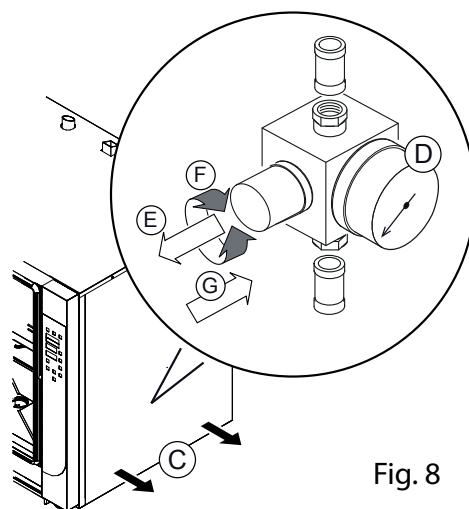

Fig. 8
- Desaperte e retire o painel lateral direito (Fig. 8 C)
- Verifique o valor lido no manómetro (Fig. 8 D), o qual, tomando por referência uma pressão de entrada de 2,5 bar, deve corresponder a: **Mod. 4/6** = 90 ml/minutos = quantidade de água que sai do tubo do humidificador; **Mod. 10** = 100 ml/minutos = quantidade de água que sai do tubo do humidificador.
- Desbloqueie o botão de regulação: puxe ligeiramente o botão (Fig. 8 E), rode-o no sentido horário e anti-horário (Fig. 8 F) até atingir a pressão/ fluxo de água pretendida e empurre-o para bloquear o dispositivo nos parâmetros definidos (Fig. 8 G).